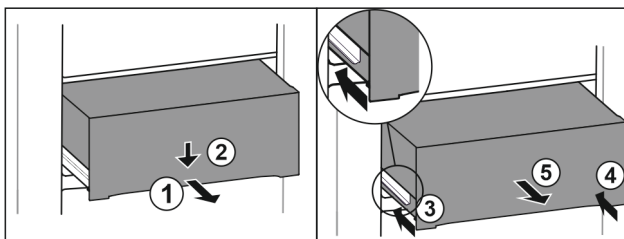

Fig. 112
- ▶ Izvucite ladicu na pola. *Fig. 112 (1)*
- ▶ Pritisnite ladicu naprijed prema dolje. *Fig. 112 (2)*
- ▶ Gurnite lijevu vodilicu za oko 2 cm. *Fig. 112 (3)*
- ▶ Gurnite desnu vodilicu za oko 2 cm. *Fig. 112 (4)*
- ▶ Izvadite ladicu prema naprijed. *Fig. 112 (5)*